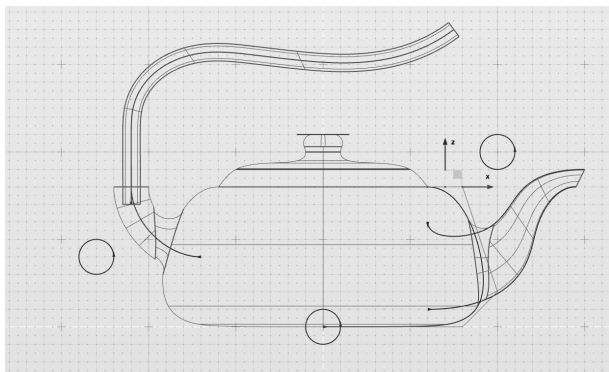

图 5-72 将选中控制点平移
3) 将两个选中点向 X 轴正方向平移 1cm，如图 5-72 所示。